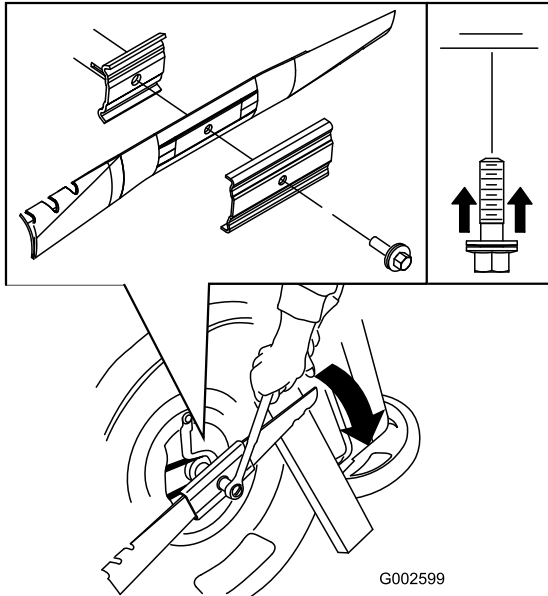

Figure 28
5. Montez la lame neuve (tournez le boulon de fixation dans le sens horaire) ainsi que toutes les fixations (Figure 28).